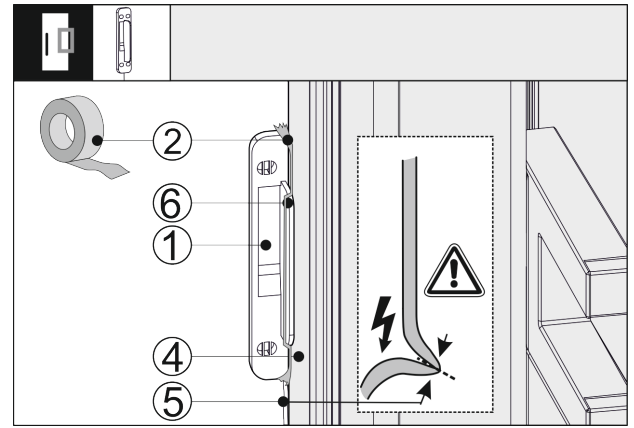

Fig. 42
- ▶ Klopfsensor Fig. 42 (1) seitlich an die Gerätetür Fig. 42 (4) ansetzen, so dass der Anschlag Fig. 42 (6) an der Gerätetür Fig. 42 (4) anliegt. Das Sensorkabel Fig. 42 (5) ist leicht gespannt und liegt auch an der Gerätetür Fig. 42 (4) an.
- ▶ Klopfsensor Fig. 42 (1) mit Klebeband Fig. 42 (2) fixieren. Klopfsensor wird später mit der Möbelfront verschraubt.